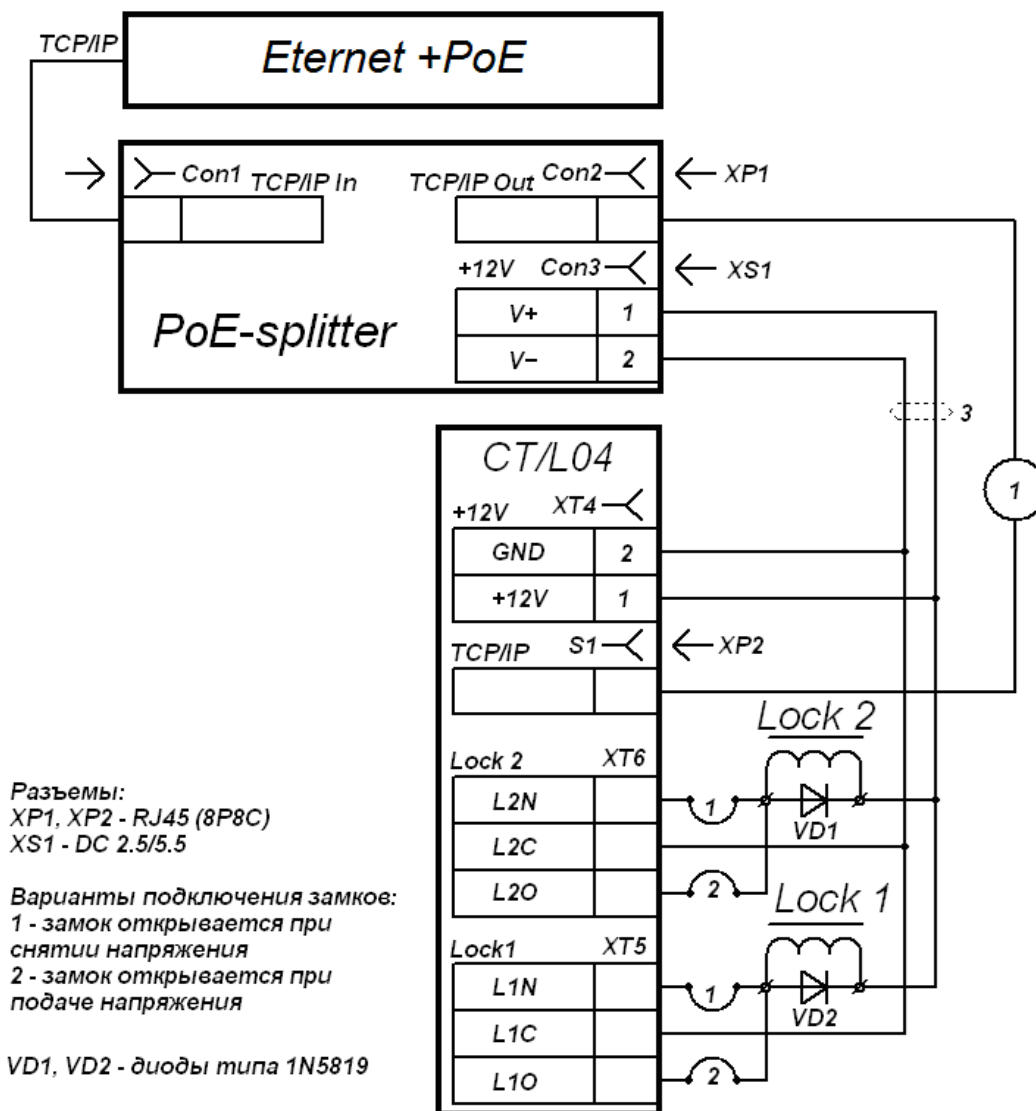

Рисунок 17. Схема подключения контроллера в вариантах конфигурации «Контроллер управления дверьми» (Lock 1, Lock 2 – замки).
3. Подключите цепи питания контроллера и управляемого им ИУ к разъему **Con3** сплиттера. Схемы подключения приведены на рис. 17, 18 (штекер для подключения к разъему входит в комплект поставки сплиттера).
При подключении замков установка диодов искрозащиты **VD1**, **VD2** (см. рис. 17), типа 1N5819 – **ОБЯЗАТЕЛЬНА!** Использование супрессоров вместо диодов искрозащиты – **ЗАПРЕЩЕНО!** Рекомендуется использовать только электромеханические замки.